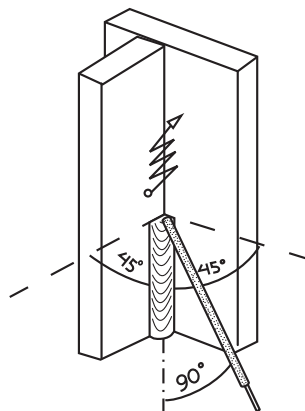

Figura 4
a. Deposite el cordón de raíz inclinando el electrodo (figura 4).